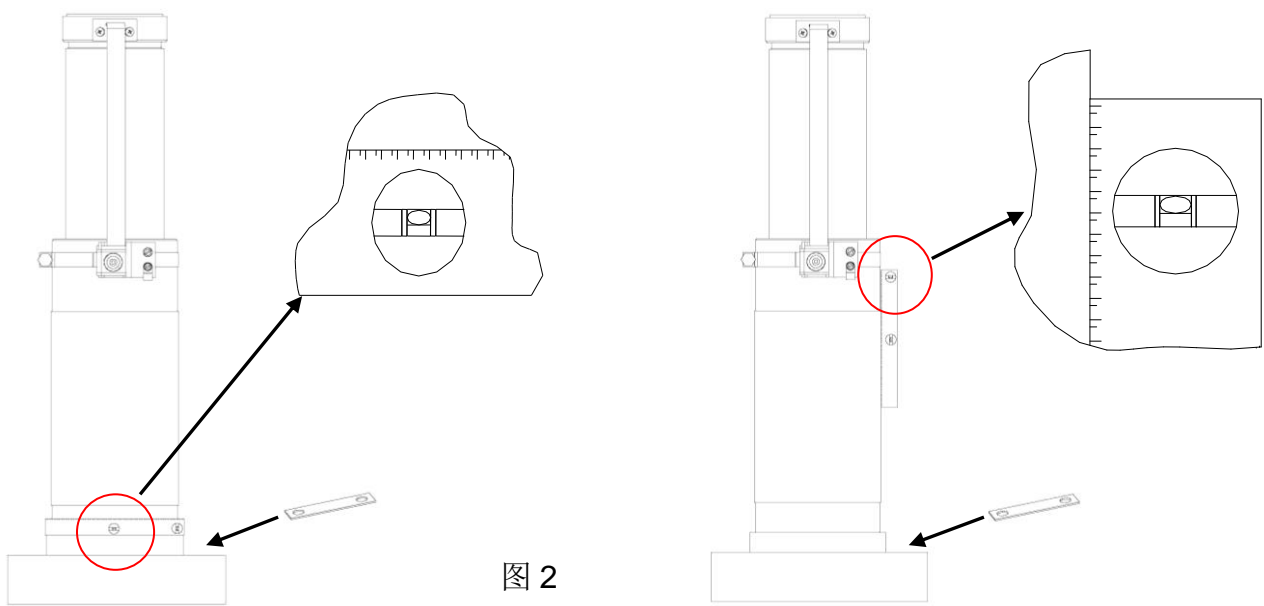

图 2
2.3.4 按第 3 页图 2 将水平尺放在相应位置调整缓冲器使之水平后紧固螺母。